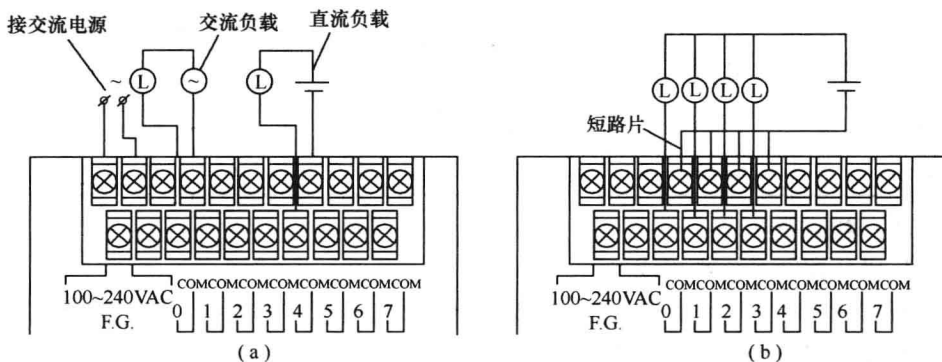

图 1-10 松下 FPI 系列 PLC 的输出端接线
(2) 输出端接线。PLC 的输出端接线分为独立输出和公共输出两种，例如 FPI 系列的 C24、E24 及以上机型输出端的各接地（COM）端均是独立的，所以当负载使用不同的电源时，可采用独立的输出方式，如图 1-10 (a) 所示；而 C14、C16 型和 E8、E16 型扩展单元的输出端均没有独立的接地，各负载必须使用相同的电源，此时应将各“COM”端短接如图 1-10 (b) 所示。